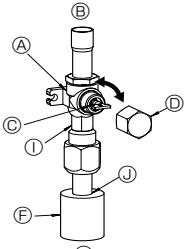
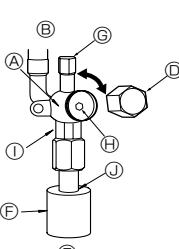

Fig. 4-5
Fig. 4-6
(1) Gaz tarafı (Fig. 4-5)
- ① Kapağı çıkarın, kolu kendinize doğru çekip saat yönünün tersine 1/4 devir çevirerek açın.
- ② Stop valfinin tamamen açık olduğundan emin olun, kolu içeri itin ve başlığı çevirerek tekrar ilk konumuna getirin.
(2) Sıvı tarafı (Fig. 4-6)
- ① Başlığı çıkarın ve 4 mm'lik bir altıgen somun anahtarıyla vana çubuğu gibidelecegi yere kadar saat yönünün tersine döndürün. Tampona dayanınca döndürmeye son verin.